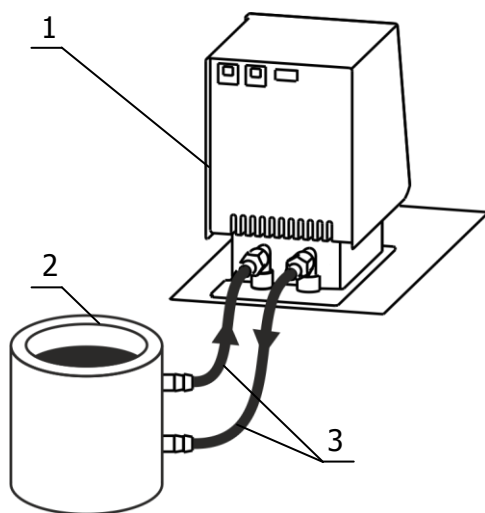

Рисунок 4 — Подключение внешнего потребителя
2.2.10 Для подключения к термостату 1 (рисунок 4) внешнего потребителя закрытого типа 2 использовать соединительные шланги 3. Концы соединительных шлангов надежно закрепить хомутами на штуцерах блока регулирования и внешнего потребителя.